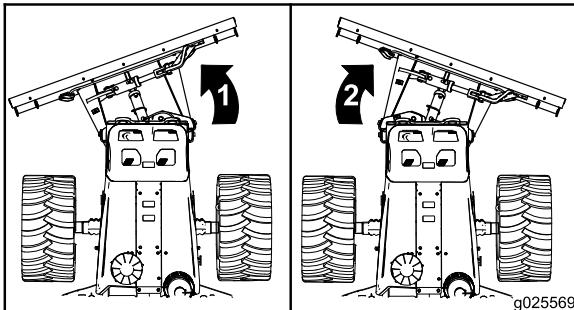

Figura 52
- Para inclinar a lâmina de reaterro à direita: Mova o joystick à direita – para longe de você (Figura 48 e Figura 52).
- Para girar a lâmina de reaterro à esquerda: Pressione a metade esquerda do controle do polegar (Figura 52).
- Para girar a lâmina de reaterro à direita: Pressione a metade direita do controle do polegar (Figura 52).